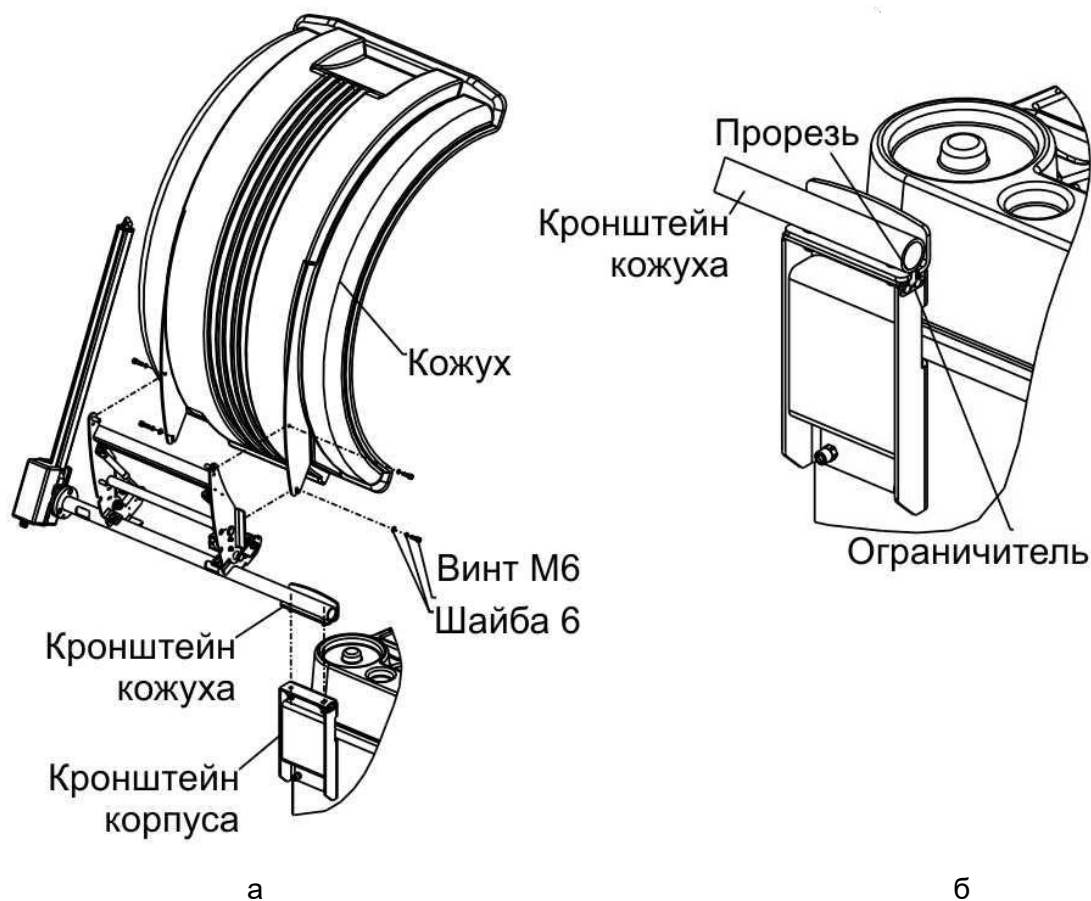

Рисунок 4.4
4.2.4 Кронштейн кожуха (рисунок 4.4) установить на кронштейн корпуса и зафиксировать гайками М8 с шайбами. При этом ограничитель необходимо совместить с прорезью, в кронштейне кожуха.